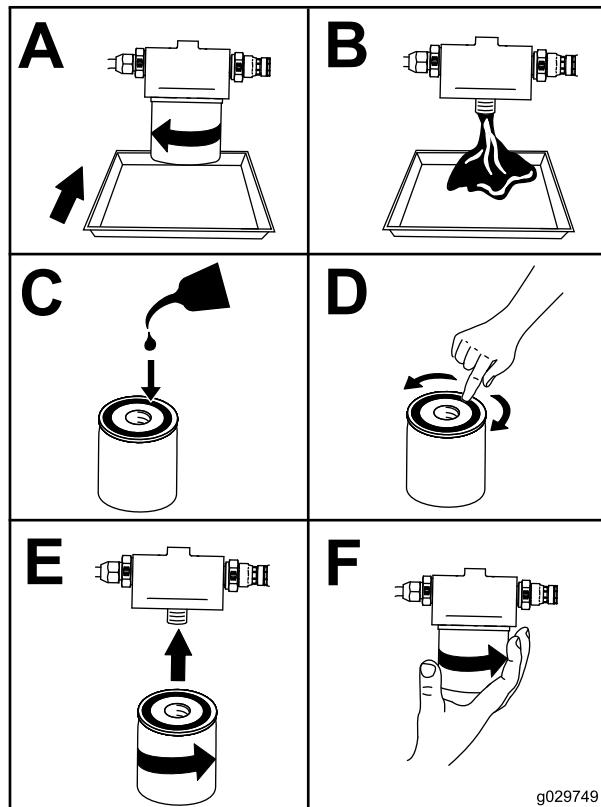

Figura 47
7. Cambie el filtro de aceite (Figura 47).